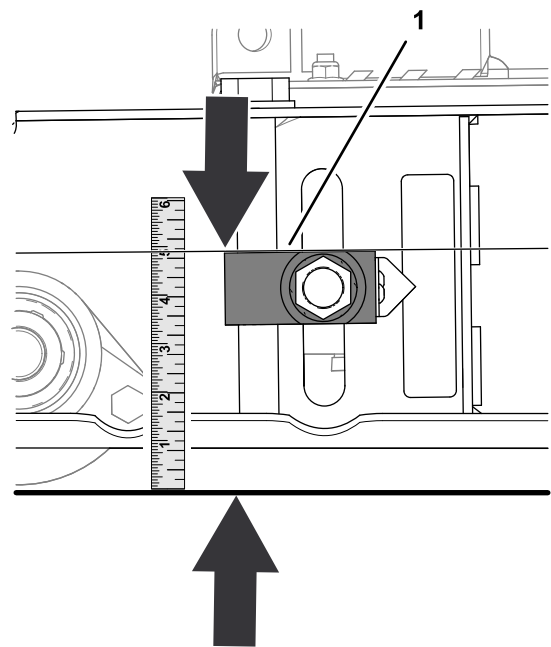

Bild 75
2. Messen Sie den Abstand zwischen der Oberseite der Schnitthöheverstellung und dem Boden (Bild 75).